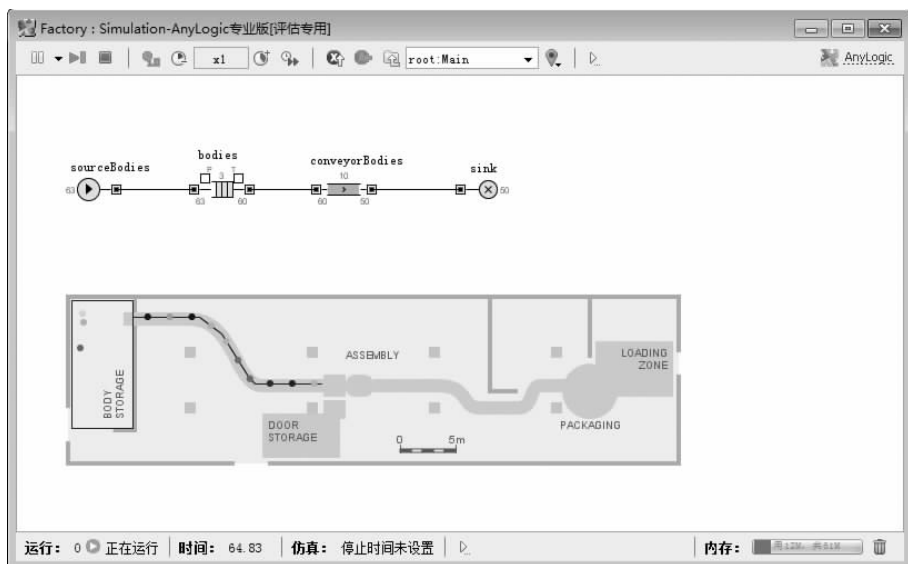

图 3-34 运行模型的动画显示
(20) 观察模型动画,洗衣机机身进入存储过程,直到被传送带走走,如图 3-34 所示。